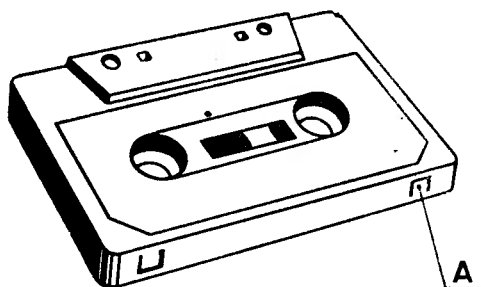

Рис. 4
5.4.8. Для предотвращения случайного стирания записи необходимо удалить предохранительные упоры А на кассете (см. рис. 4).